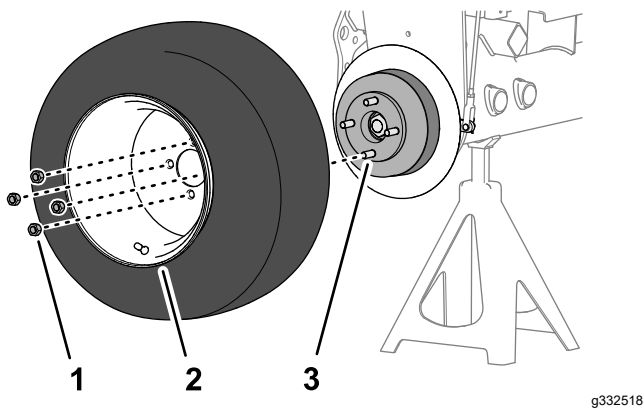

图 60
1. 卸下将前车轮固定至轮毂的 4 个车轮螺母然后卸下车轮 图 60。